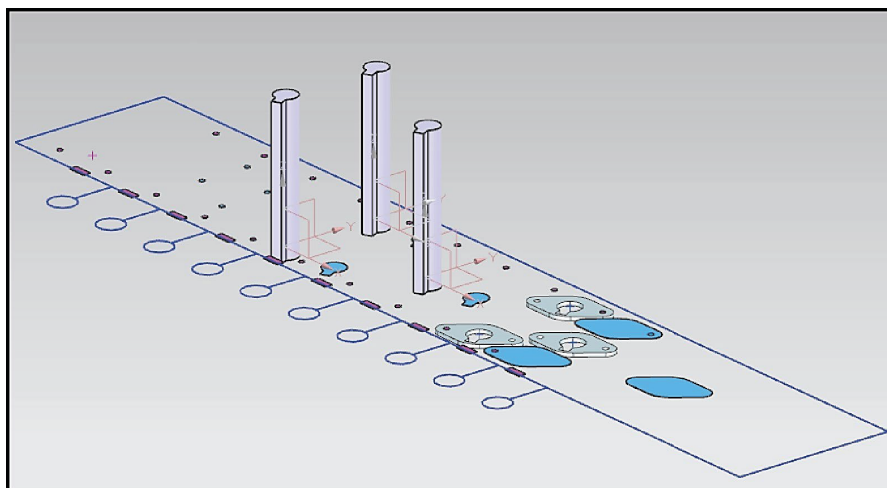

Рис. 8.18. Новая компоновка полосы
3. Размещение элементов в полосе изменится (рис. 8.18). Пробивные пуансоны не изменили положения, однако они должны быть опять соотнесены с отходом.